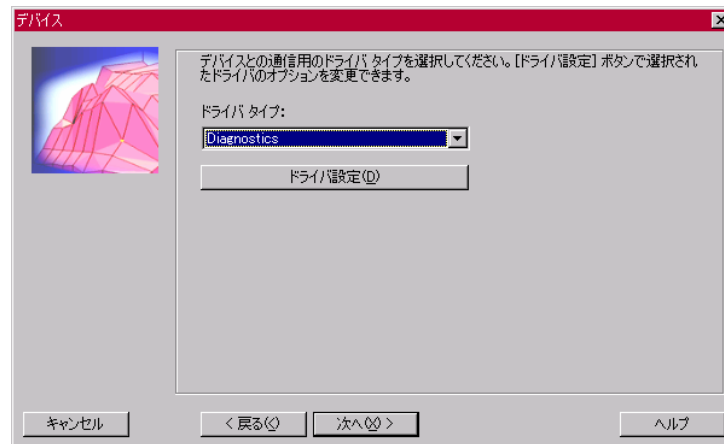

図 6 ドライバタイプ設定画面
2) 次に表示される、ドライバタイプ設定画面 (図 6 ドライバタイプ設定画面) では、ドライバタイプを「Diagnostics」を選択し、[ドライバ設定] ボタンを押します。